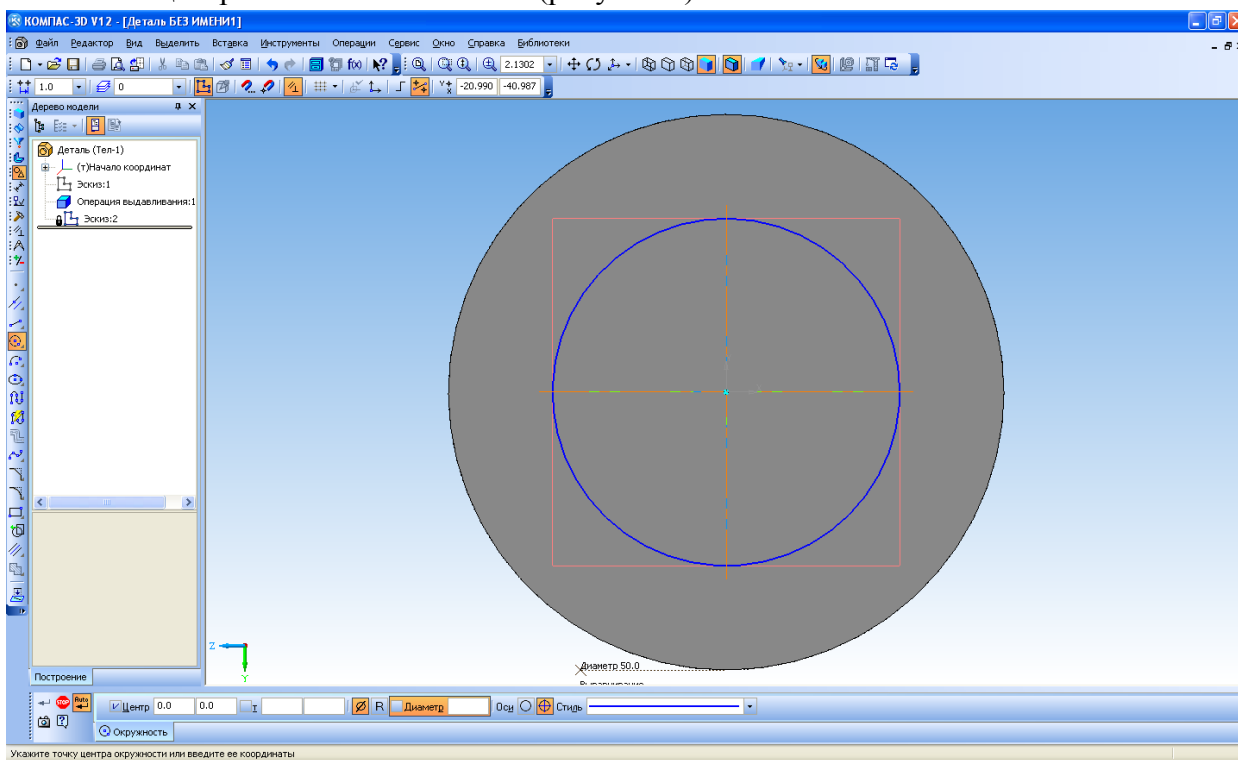

Рисунок 4
6. На торцевой поверхности получившегося цилиндра создайте новый эскиз – окружность диаметром 50 мм с центром в начальной точке (рисунок 4).